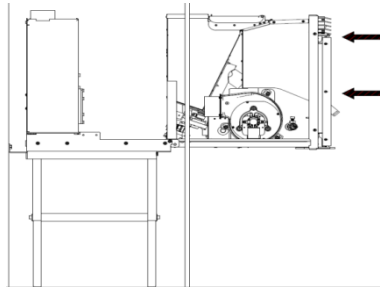

Figure 9 - Installation
- Emboîter la partie mobile des glissières dans les parties fixes. Vérifiez le coulissement correct avant de continuer. Pousser l'insert en butée en laissant les taquets de sécurité ouverts, puis le retirer un peu, verrouiller les taquets de sécurité et repousser l'appareil en position de fonctionnement (figure 9).